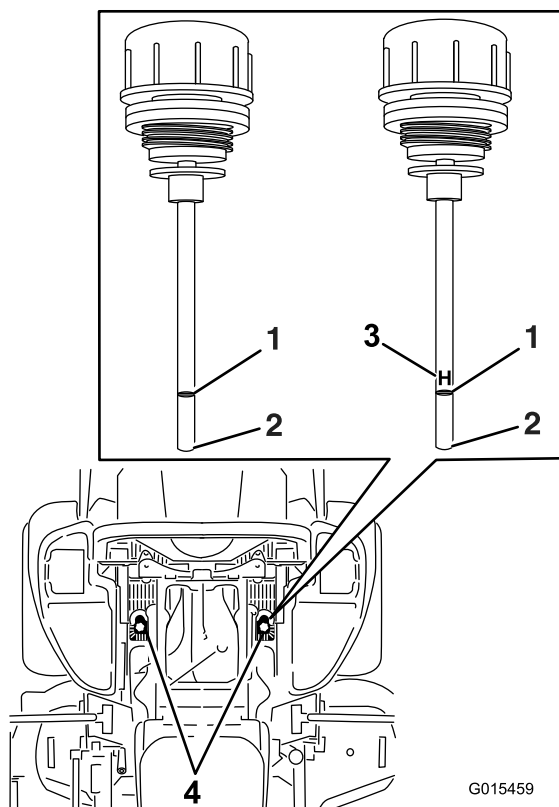

Figura 84
6. Limpie la zona alrededor de las varillas de los depósitos de los sistemas hidráulicos (Figura 84).
7. Retire una varilla del depósito de aceite hidráulico (Figura 84).
9. Retire la varilla e inspeccione el extremo (Figura 84). Si el nivel de aceite está en la marca Add (añadir), vierta lentamente en el depósito hidráulico sólo la cantidad de aceite necesaria para que el nivel llegue hasta la marca de Lleno o **H**.